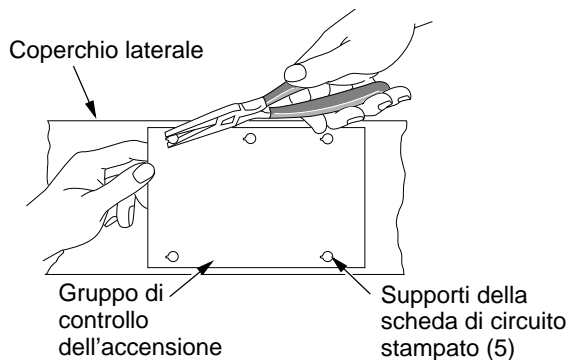

Figura 29 – Rimozione della scheda di circuito
3. Infilare le pinze ad ago sotto la linguetta del supporto della scheda di circuito stampato e sollevarla dal bordo del gruppo di controllo dell'accensione (vedere la Figura 29). Ripetere questa procedura per gli altri quattro supporti; quindi, rimuovere il gruppo.